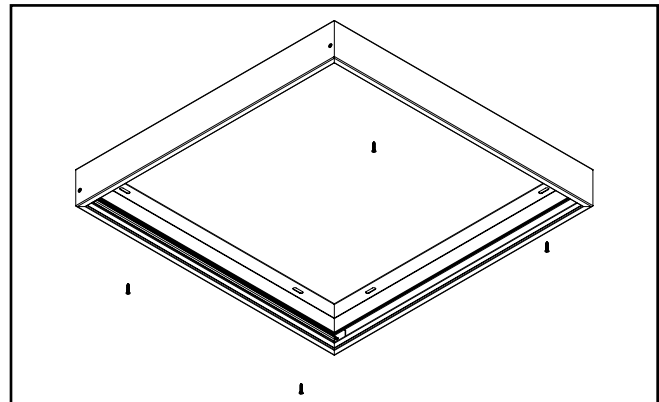

Figura 6.
- El espacio para los orificios de montaje es de 16" de centro a centro. (Figura 6.)